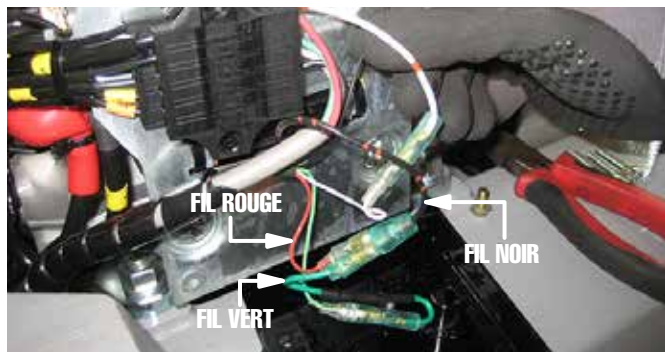

Figure 23. Déconnexion du câblage existant (MVH508DZ)
7. Localiser le connecteur électrique qui a un fil rouge et un fil vert d'un côté, et un fil noir de l'autre (Figure 23). Débrancher les fils rouge et vert.